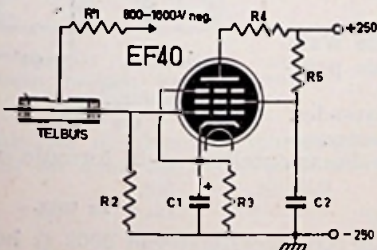

Fig. 4
te kunnen worden geregistreerd. Dit is eenvoudig voorgesteld in fig. 4.
- 1e. Het huis van de telbuis via een weerstand R1 op een negatieve spanning t.o.v. aarde en de draad direct aan het rooster van de versterkbuis (fig. 4).